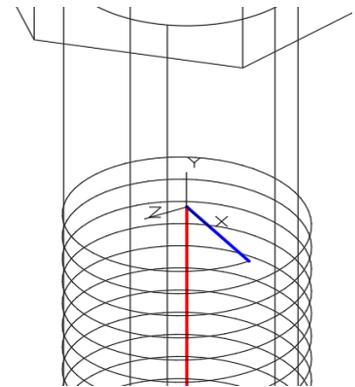

Рис. 8.11.
Соединить верхнюю конечную точку винтовой линии (обязательно пользуясь привязкой к конечным точкам) с верхней конечной точкой оси стержня вспомогательным отрезком (рис. 8.11).
**25.** Включить режим Орто. Задать новую пользовательскую ПСК по 3 точкам, как показано на рис. 8.11 (ось X должна совпадать с построенным радиальным вспомогательным отрезком, а ось Y должна быть направлена вертикально).